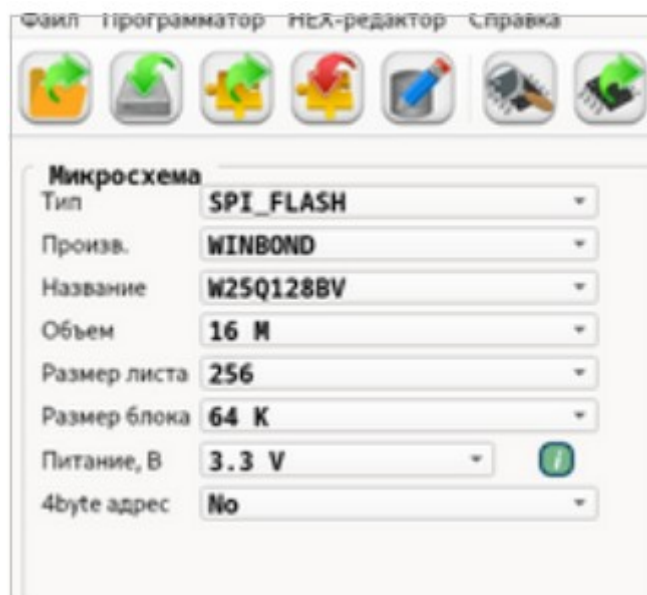

Рисунок 9 – Выбор типа микросхемы
2. Выберите тип микросхемы. Для этого перейдите в ветку производителя, например Winbond, и укажите точную маркировку, указанную на корпусе чипа (например, W25Q128JV для объема 128 Мбит или W25Q256JV для 256 Мбит) (рисунок 9).